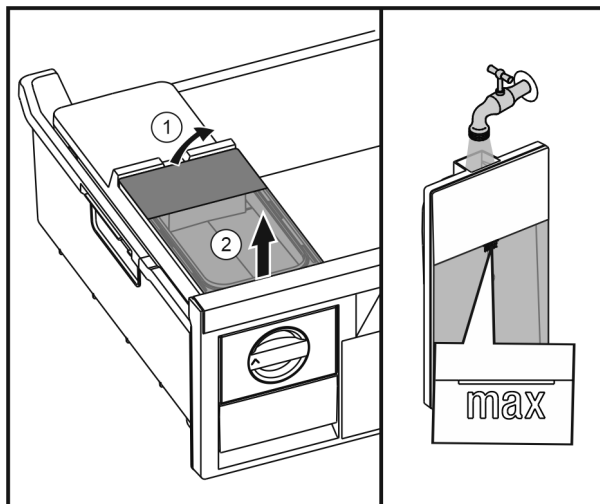

Fig. 43
- ▶ Podnieść zbiornik wody od tyłu Fig. 43 (1) i wyjąć go do góry Fig. 43 (2).